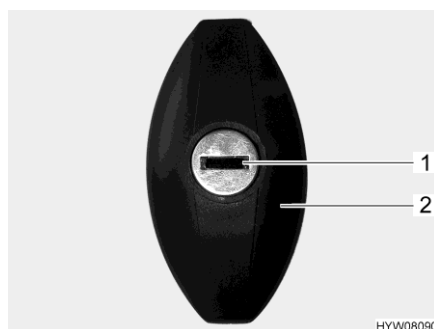

Bild 20 Lucklås (ellipsformat, låst)
- Stick in nyckeln i låscylindern (Bild 20,1) och vrid ett halvt varv moturs. Låshandtaget (Bild 20,2) frigörs.